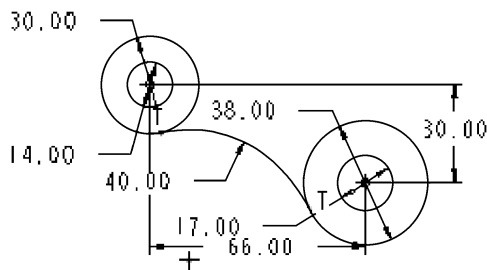

图3-111 草绘圆角
(12) 单击【草绘器工具】工具栏中的【圆角】按钮，分别在 $\phi 38$ 圆的左下侧和 $\phi 30$ 圆的右下侧选取两圆，为两圆倒圆角，修改其尺寸为40，如图3-111所示。